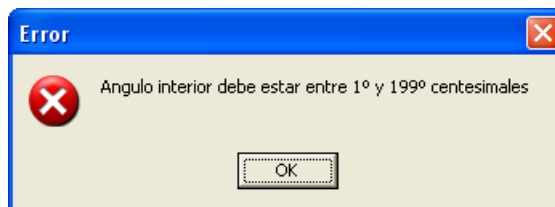

Figura 11.22.
- Figura 11.22: Se ha introducido de manera errónea el ángulo de un apoyo con ángulo o no se ha introducido.